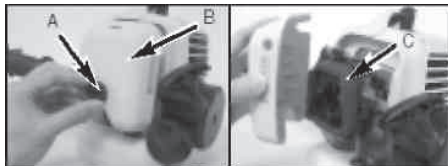

Рис. 16
1. Нанесите на защелку (А), фиксирующую крышку фильтра (В) и извлеките фильтр (С) из корпуса (рис. 16).